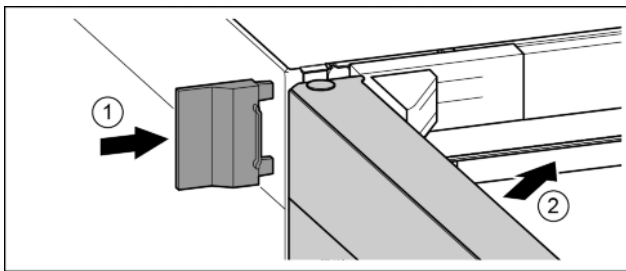

Fig. 25
- ▶ Насуньте зовнішню кришку. Fig. 25 (1)
- ▶ Закрийте верхні дверцята. Fig. 25 (2)